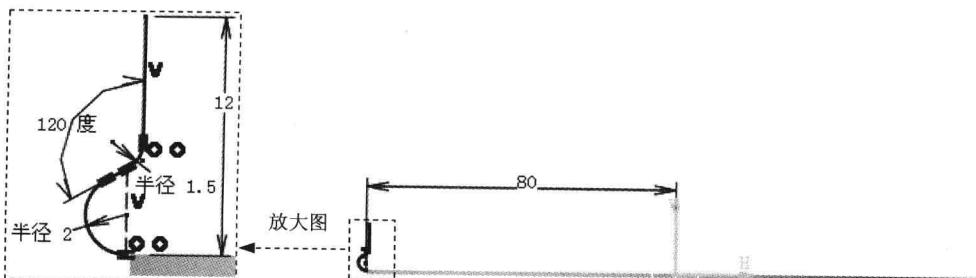

图 1.6 截面草图
(3) 绘制截面草图。单击 **草图** 按钮，选取 *yz* 平面为草图平面，绘制图 1.6 所示的截面草图；单击 **退出** 按钮退出草图环境。
(4) 单击 **确定** 按钮，完成用户凸缘 1 的创建。